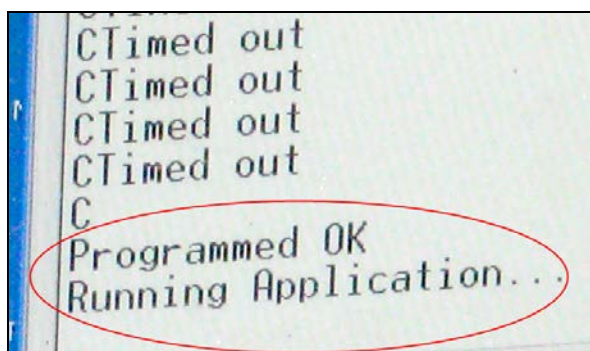

Fig.26
10. Lorsque terminé, l'écran de téléchargement affiche le message « Programmed OK », ceci indique que la procédure de mise à jour est complétée (Fig.26).